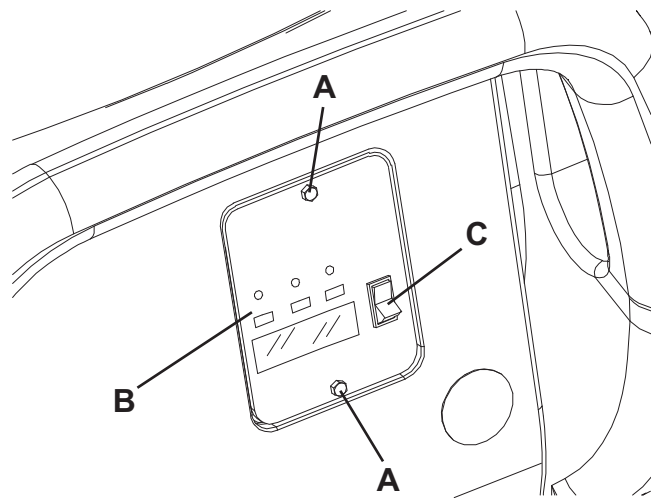

Figure 1
1. Déposer les vis (A, Fig. 1) de l'hublot de lecture des données du chargeur de batterie.
2. Déposer l'hublot (B).
3. Positionner le sélecteur (C) sur WET pour batteries au plomb ou sur GEL/AGM pour batteries au gel.
4. Installer l'hublot (B) et serrer les vis (A).